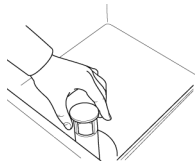

Fig.39
- 2- Aprire la porta e rimuovere il troppopieno. (Fig.39)